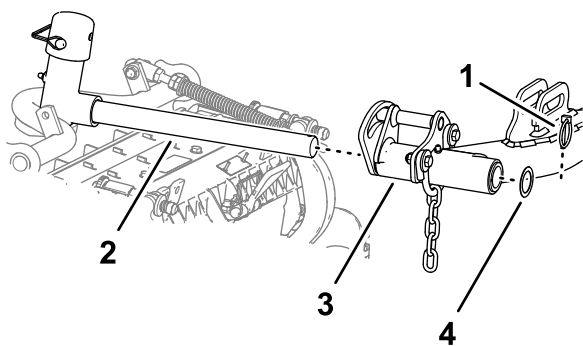

**Figura 28**
**Bloccaggio del perno dell'apparato di taglio per il taglio dell'erba su un pendio**—Bloccate i perni dell'apparato di taglio per impedire la rotazione in discesa degli apparati di taglio durante il taglio su un versante collinare. Utilizzate il foro nell'albero del perno del braccio di sollevamento (Figura 28) per bloccare